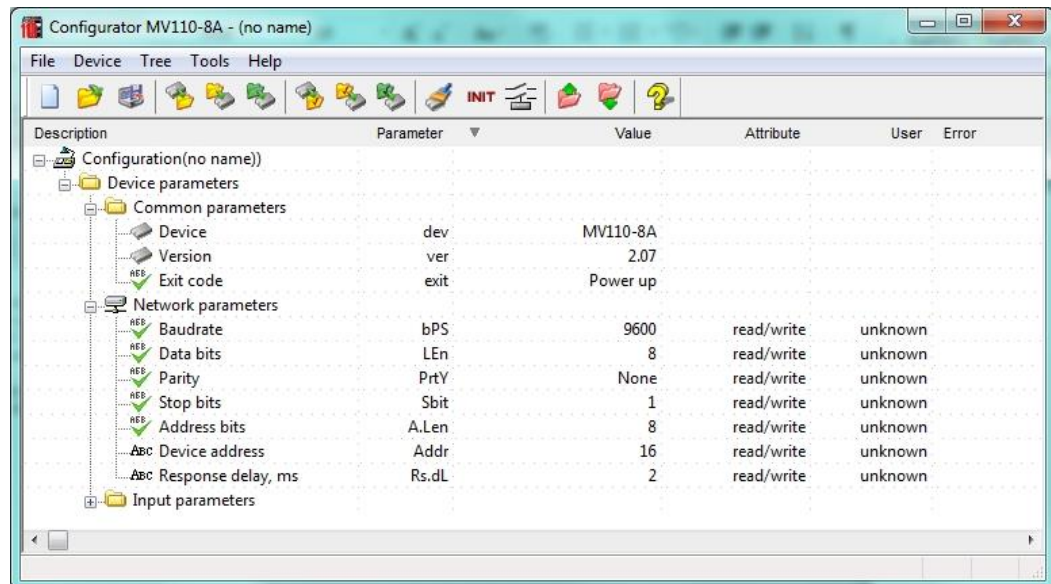

Fig. 8.2 Ventana principal del "M110 Configurator"
- La ventana principal del configurador se abrirá. Los parámetros de comunicación almacenados en el módulo podrán ser leídos. (Ver Fig. 8.2)